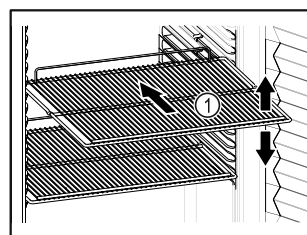

Fig. 55 Ενδεικτική απεικόνιση
- ❑ Εάν τα ράφια Fig. 55 (1) είναι ρυθμιζόμενα, προσαρμόστε τα ανάλογα με το ύψος.